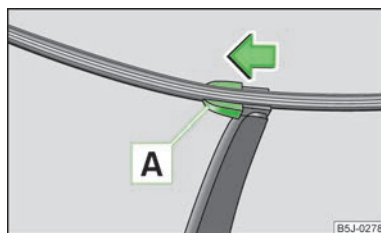

Fig. 32
- Ridicați brațul ștergătorului de pe geam și poziționați lamela astfel încât să formeze un unghi drept cu brațul ștergătorului » fig. 32.
- Așezați lamela pe brațul ștergătorului și blocați siguranța **A** » fig. 32.